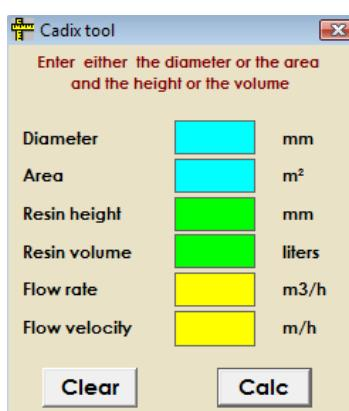

Figura 5.62: Recipiente medidor del programa CADIX
- “Vessel sizer”: la traducción literal es recipiente medidor, con esto se refiere a que introduciendo el diámetro o área, el peso o volumen de la resina y el caudal se obtienen datos acerca del recipiente, la resina y la velocidad de flujo (figura 5.62).